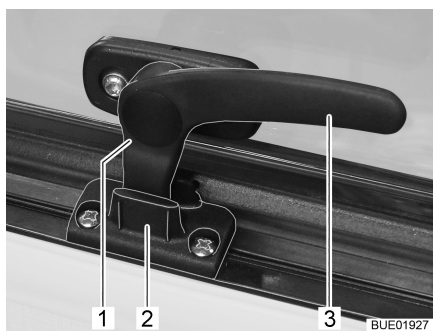

Fig. 15 Levier de verrouillage en position "Aération permanente"
- En position "Aération permanente" (Fig. 15)
- Tourner le levier de verrouillage (Fig. 15,3) d'un quart de tour vers le centre de la fenêtre.
- Tourner le levier de verrouillage d'un quart de tour vers le cadre de la fenêtre. Le tenon de verrouillage (Fig. 15,1) doit pénétrer alors dans le logement prévu à cet effet dans le verrouillage de fenêtre (Fig. 15,2).